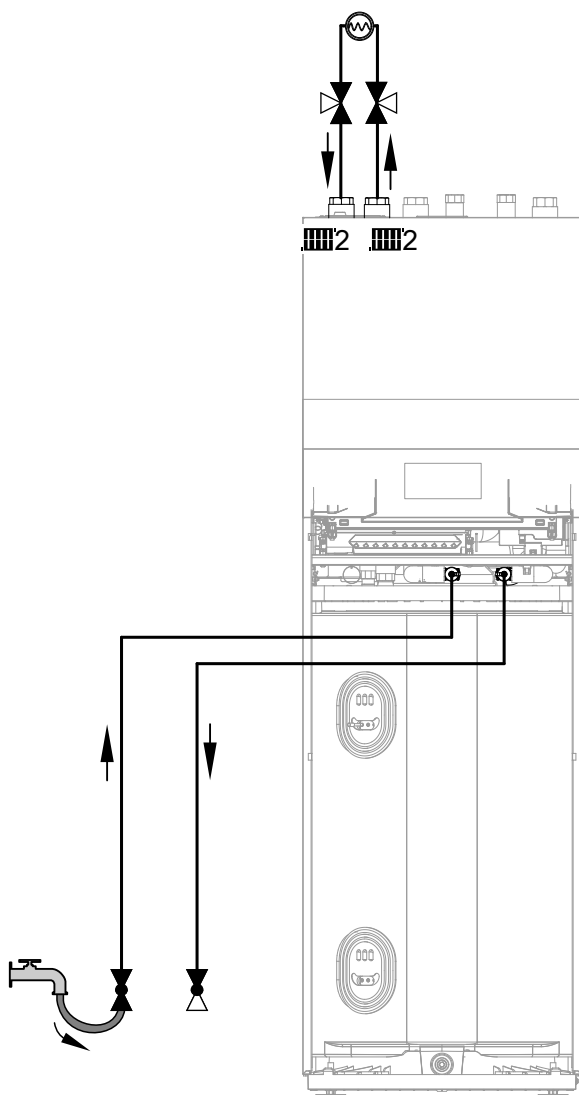

Abb. 64
3. 3-Wege-Kugelhahn im Einlass Befüll- und Spülanschluss gemäß Abb. 64 öffnen.